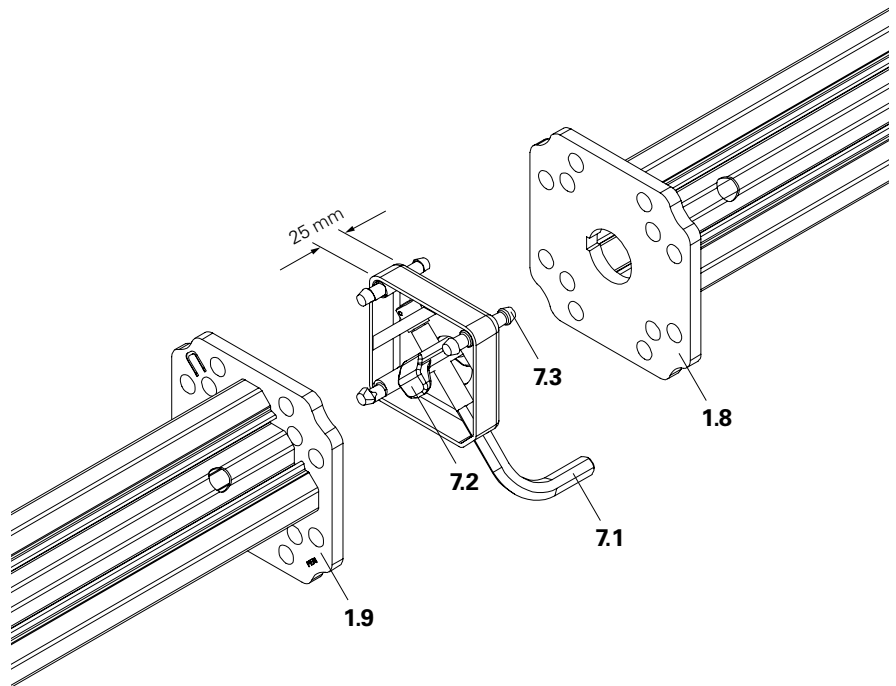

Fig. A2.01
4. Enclencher les mâchoires de serrage (7.2) dans l'alésage central de l'étau. (Fig. A2.01)